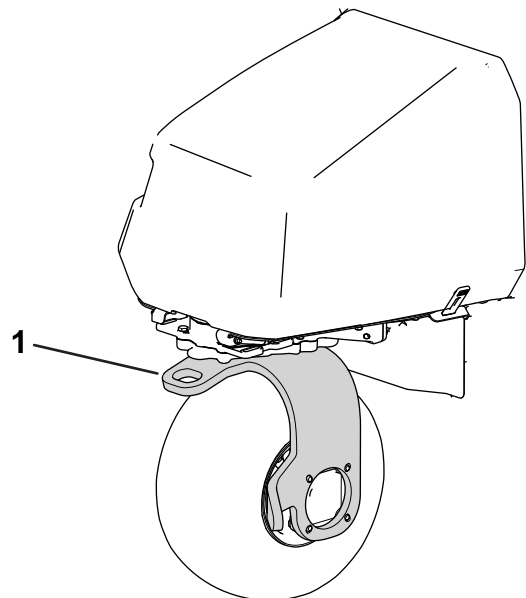

Figure 38
11. Utilisez la fourche de la roue pivotante arrière pour remorquer la machine (Figure 38).